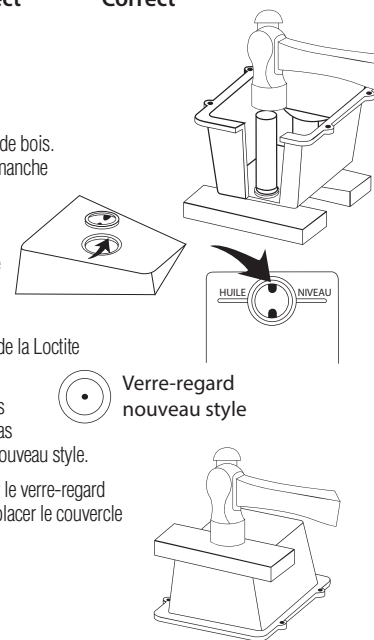

Figure 22
Étape 1 : Avec le capot détaché de la pompe, poser cette dernière sur deux blocs de bois. Faire sortir le verre regard avec un manche à balai ou un autre objet faisant office de chasse-goupille. Pour les séries DV-85, DV-142 ou DV-200, utiliser un chasse-goupille de 1" de diamètre (figure 22).